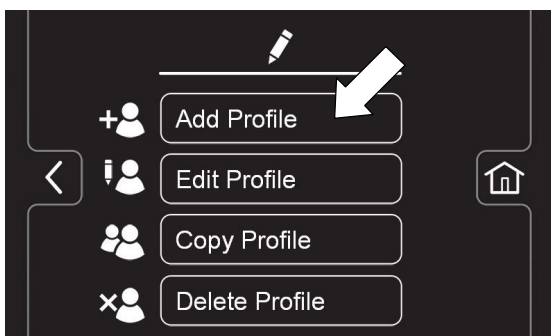

ABB. 142
2.  Drücken Sie die Taste "Profil hinzufügen", um ein neues Benutzerprofil hinzuzufügen (Abbildung 142).